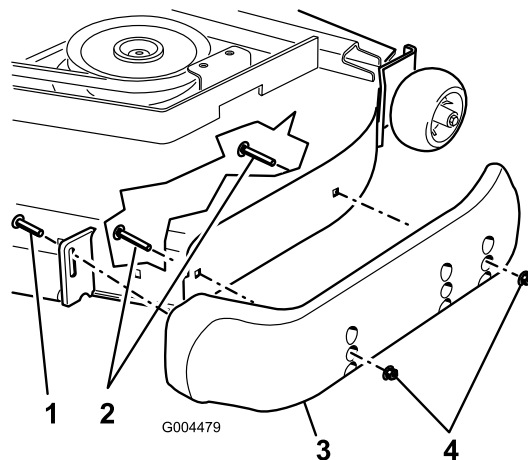

図 7
3. 各スキッドの前にあるねじをゆるめる。ガーディアンデッキにはスキッドが2本、側方排出デッキにはスキッドが1本ある (図 7)。